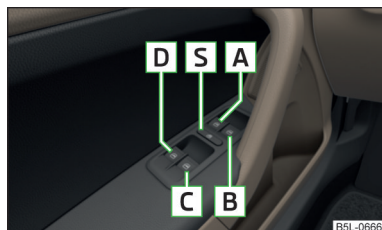

Fig. 21
- Si se transportan niños en los asientos traseros, se recomienda poner fuera de funcionamiento los elevalunas eléctricos de las puertas traseras (conmutador de seguridad) S » fig. 21 de la página 46.
Teclas de los elevallunas » fig. 21.
Se pueden poner fuera de servicio las teclas de los elevallunas de las puertas traseras pulsando el interruptor de seguridad **S** » fig. 21. Se ponen de nuevo en funcionamiento las teclas en las puertas traseras pulsando de nuevo el interruptor de seguridad **S**.
- Mantenga la tecla **A** ¹⁾ en la posición de apertura » fig. 21 de la página 46.
- Mantenga la tecla **A** ¹⁾ en la posición de cierre » fig. 21 de la página 46.